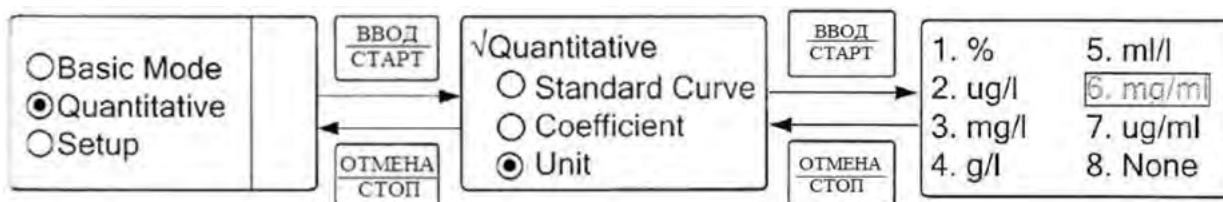

Рисунок 26. Меню выбора режимов единиц измерения концентраций
2.4.4.2. Находясь в главном меню (пункт 2.3.), выберите Количественный метод (Quantitative), для этого с помощью кнопок “▲” и “▼” установите курсор напротив строки выбора единиц измерения концентраций (Unit) и нажмите кнопку “ВВОД/СТАРТ” (Рисунок 26).
2.4.4.3. На дисплее спектрофотометра отобразится меню выбора единиц измерения концентраций. С помощью кнопок “▲” и “▼” выберите нужную единицу измерения. Для подтверждения выбора нажмите кнопку “ВВОД/СТАРТ” (Рисунок 26).